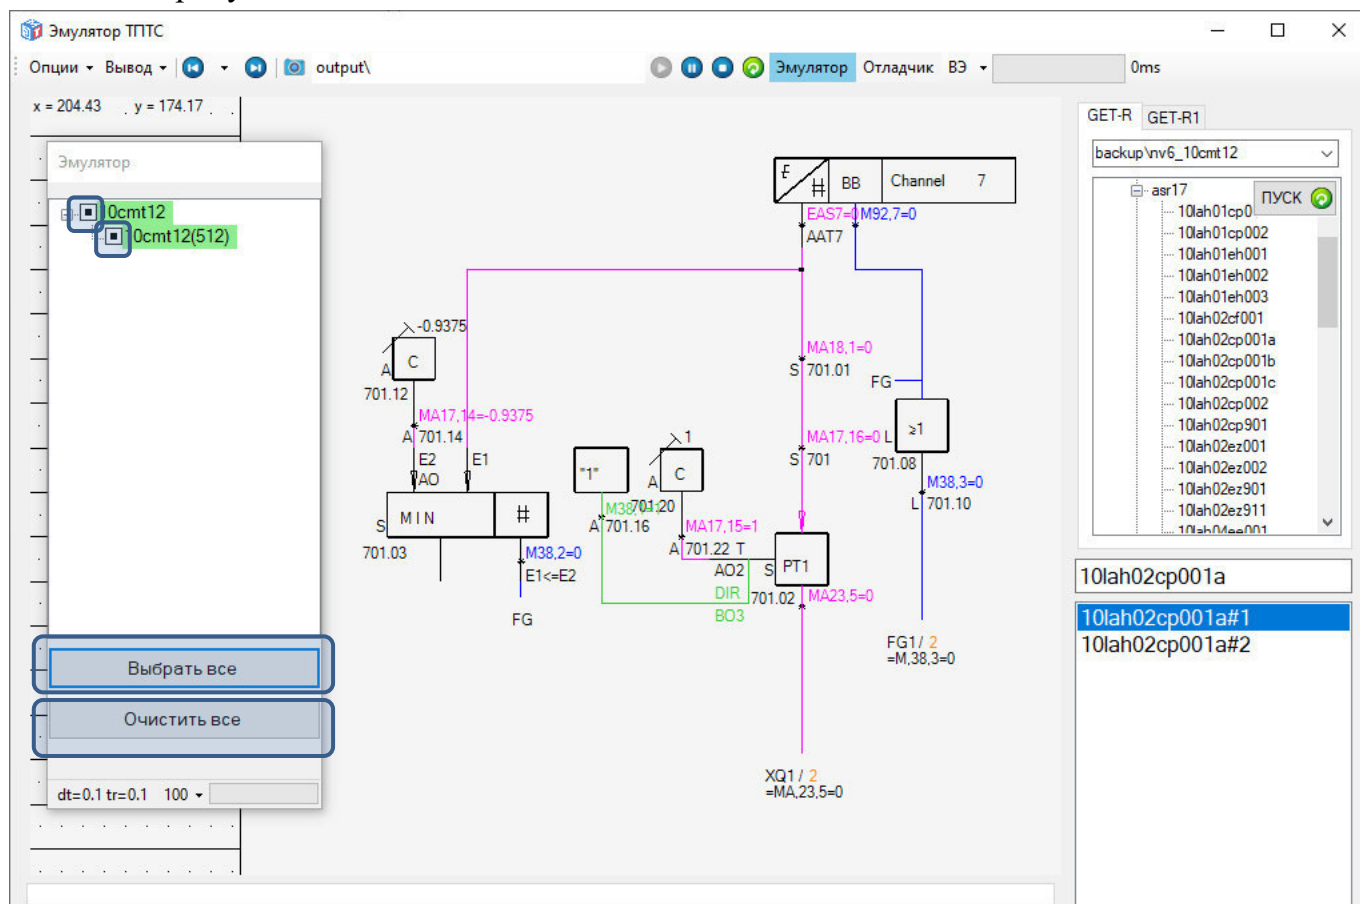

Рисунок 19 – Выбор перечня приборных стоек для режима эмуляции в окне «Эмулятор»
7.7.4 Окно «Эмулятор» в режиме эмуляции по умолчанию отображается поверх главного окна. Скрытие и повторное открытие окна «Эмулятор» осуществляется с помощью кнопки «Эмулятор» на панели инструментов главного окна ПО «Эмулятор ТПТС» (см. рисунок 19). Когда отображается окно «Эмулятор» кнопка «Эмулятор» отображается голубым цветом (активна), в режиме скрытия окна – серым цветом (неактивна). Нажатие/повторное нажатие на кнопку скрывает/повторно открывает окно «Эмулятор».